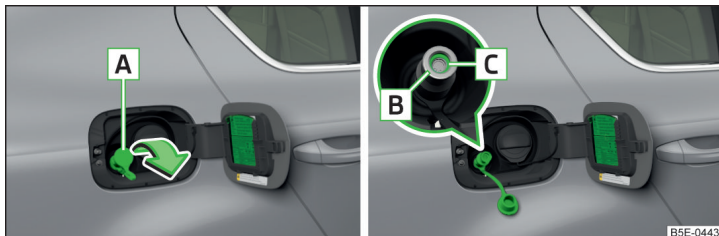

Abb. 318 Erdgaseinfüllstutzen
- Die Kappe **A** » Abb. 318 in Pfeilrichtung abnehmen und die Füllkupplung der Betankungsanlage auf den Einfüllstutzen **B** stecken.
- Prüfen, ob der Dichtring **C** » Abb. 318 im Einfüllstutzen **B** stecken blieb. Ist der Dichtring auf die Füllkupplung gerutscht, dann ist dieser wieder in den Einfüllstutzen einzusetzen.